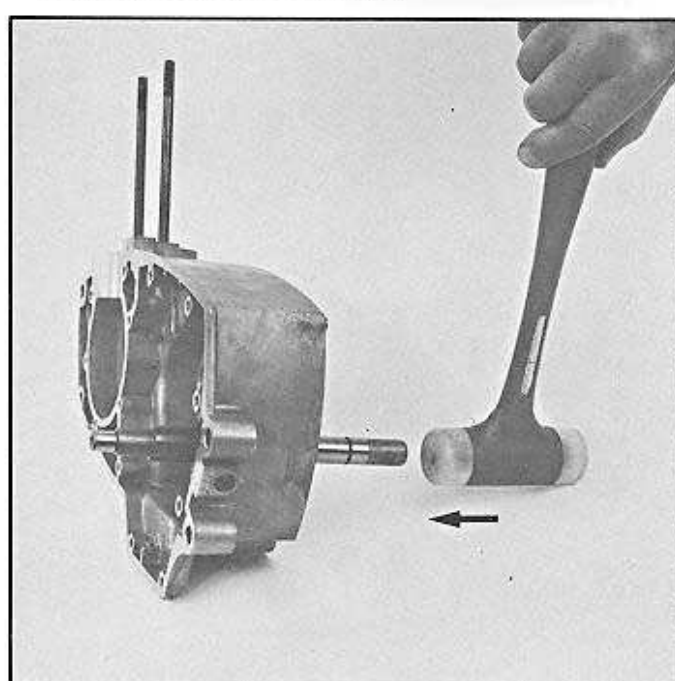

Fig. 60
- Chasser l'axe du lanceur (fig. 60).